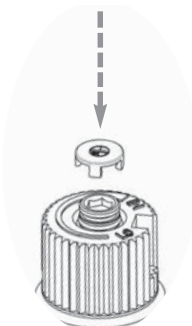

Fig. 6
- 15) Re-assemble the black protection cap (Fig. 6).